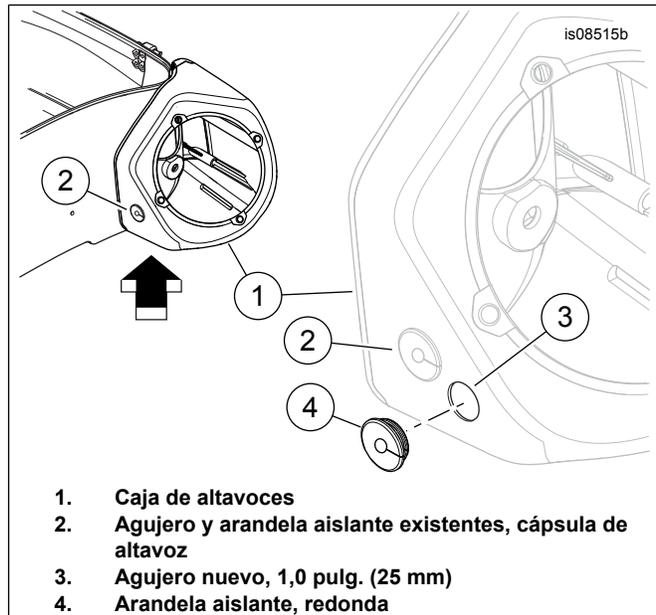

Figura 1. Instalación de la arandela aislante
4. Vea Figura 1. Perfore un **nuevo** 25 mm (1.0 in) agujero (3) en cada cápsula de altavoz (1), lejos de la arandela aislante (2), aproximadamente donde se muestra.